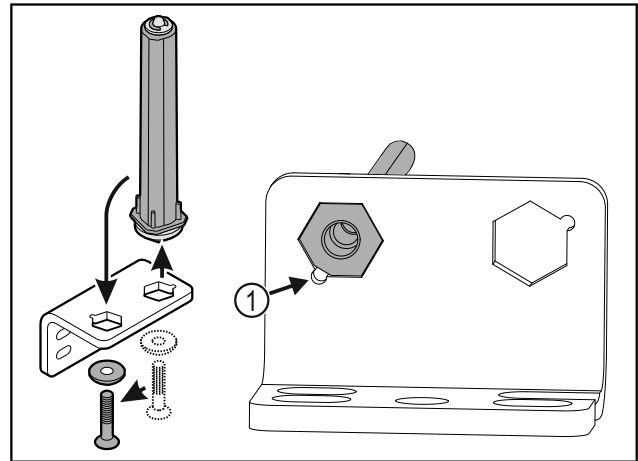

Fig. 33
- ▶ Βεβαιωθείτε ότι κατά την τοποθέτηση η λοξοτομή του πείρου είναι στραμμένη Fig. 33 (1) προς τη στρογγυλή οπή.